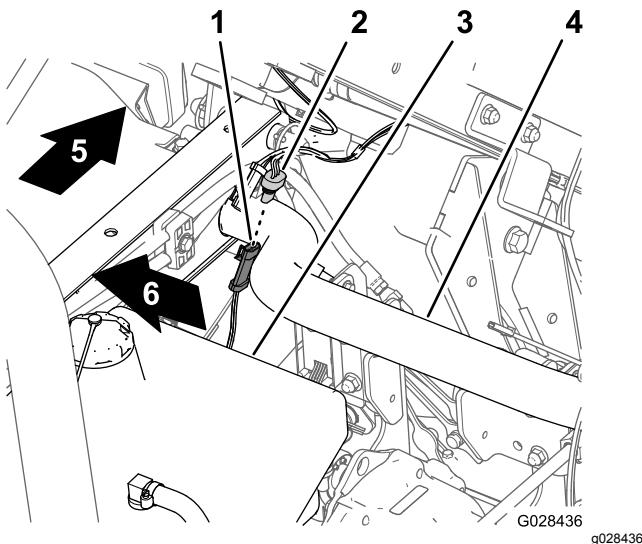

Figure 17
1. Sur le faisceau de câblage du pulvérisateur, localisez le connecteur à 3 douilles du circuit du capteur de vitesse (Figure 17).
- Branchez le connecteur à 3 broches du faisceau du capteur de vitesse sur la machine au connecteur à 3 douilles du faisceau du capteur de vitesse sur le pulvériseur (Figure 17).